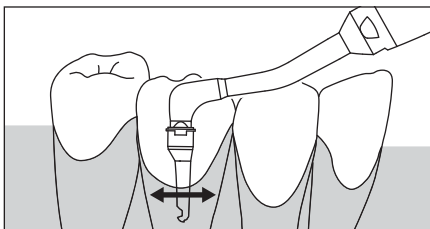

図6
- 3) ノズルチップを歯周ポケットに3mm以上挿入します（図6）。3mm未満の挿入では歯周ポケット内へ効率よくパウダーが噴射されない場合があります。